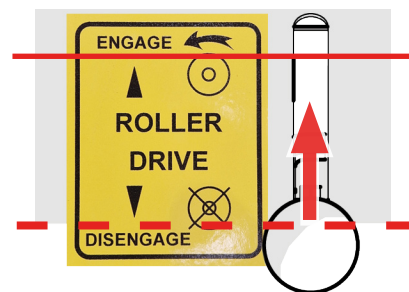

Abb. 9A – Antriebshebel einlegen.
4. Den Antriebshebel **nach vorne** drücken, um den Antrieb **einzulegen** (Abb. 9A). Dabei langsam vorgehen, damit die Kupplung sanft in der Position einrastet.